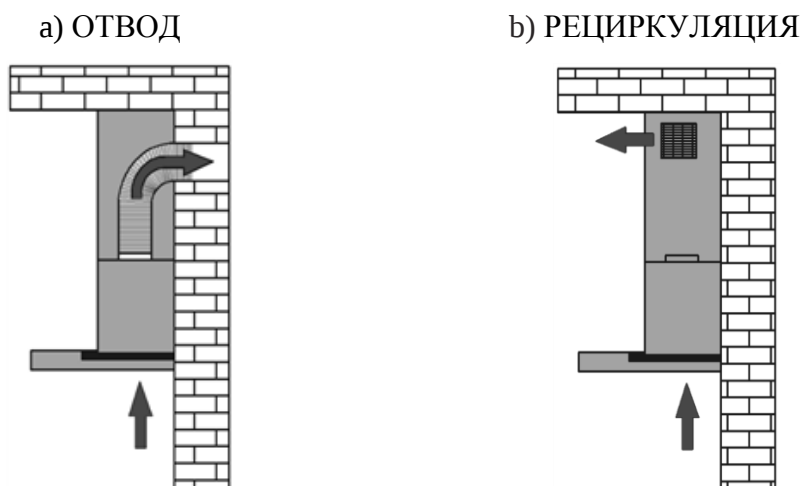

Рис. 6
1) Отвода (рис. 6а) – воздух удаляется из помещения через соединение вытяжки с вентиляционным каналом жестким пластиковым воздуховодом или гофрированным шлангом диаметром 100 мм с применением соответствующего переходника, который входит в комплект вытяжки. И, таким образом, все кухонные испарения, запахи, гарь и копоть, проходя через многоразовые алюминиевые жирославливающие фильтры, выводятся за пределы помещения. При данном режиме работы нет необходимости устанавливать угольные фильтры. Режим отвода является наиболее эффективным, поскольку вытяжка удаляет все кухонные испарения за пределы кухни в вентиляционную шахту.
2) Рециркуляции (рис. 6б) – внутренняя циркуляция воздуха через угольные фильтры (рис. 5). Вытяжка в данном случае не подключается к вентиляционной шахте и, таким образом, воздух просто прогоняется через вытяжку внутри кухни.